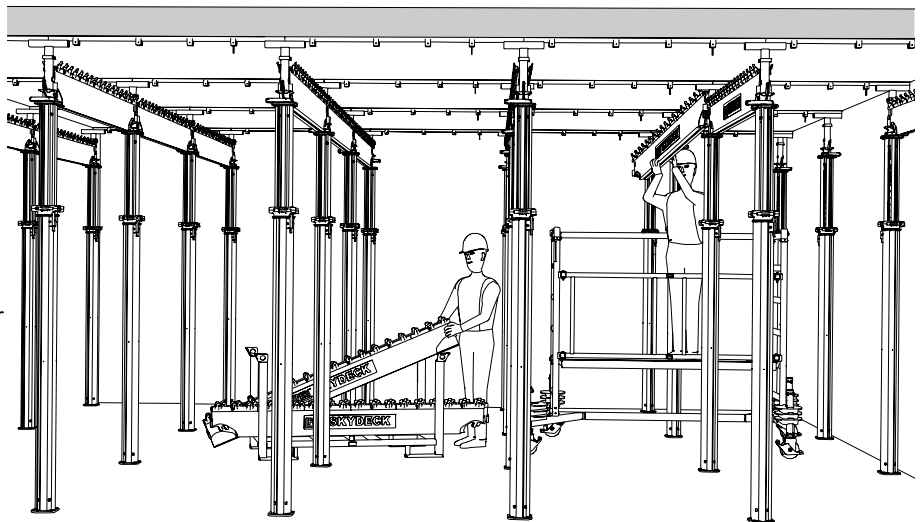

Fig. A12.04
- Prendre la poutrelle primaire SLT et la stocker dans des palettes..(Fig. A12.04)